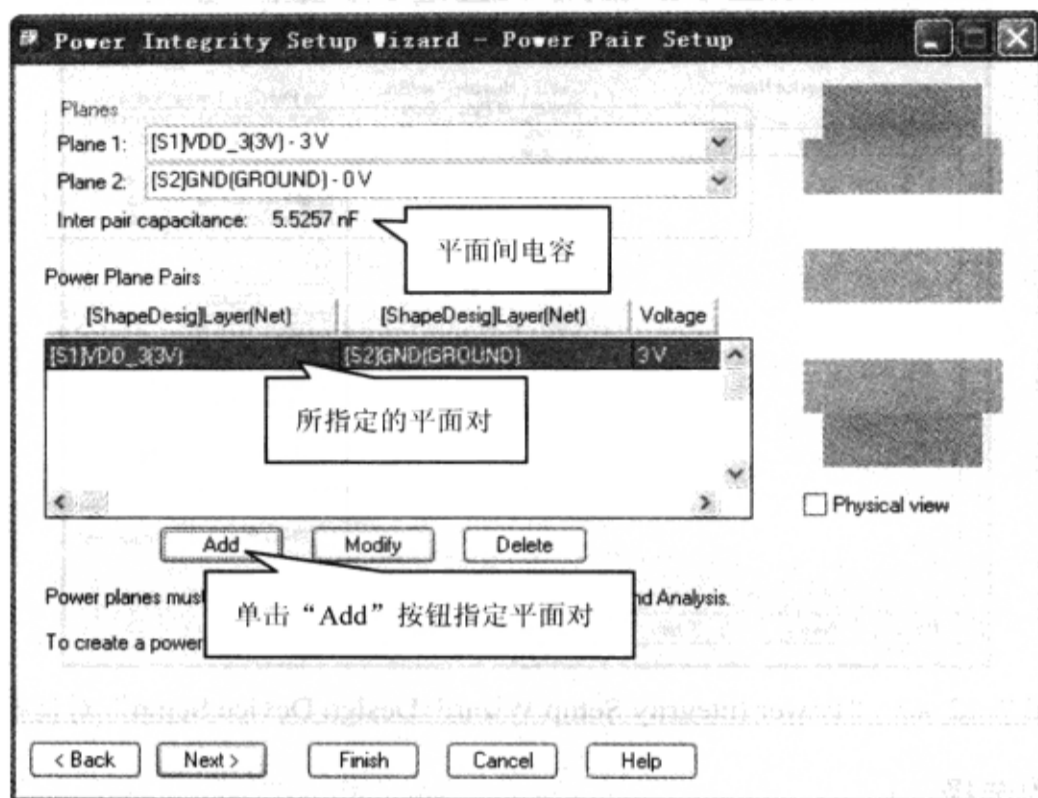

图 7-12-46 添加电源平面对
(3) 单击“Add”按钮指定平面对，此时在对话框中会显示平面对之间的电容为 5.5257 nF，如图 7-12-46 所示。